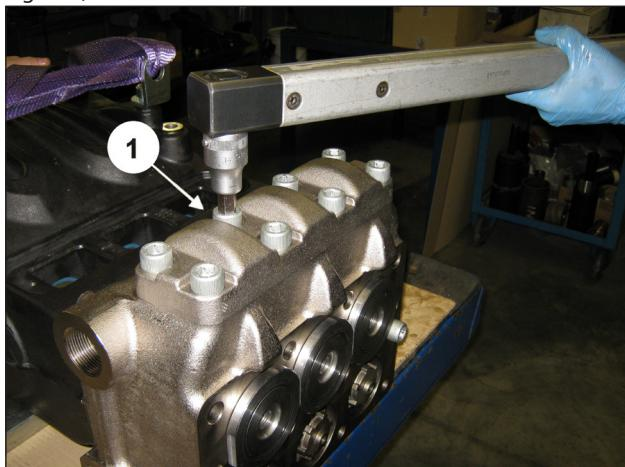
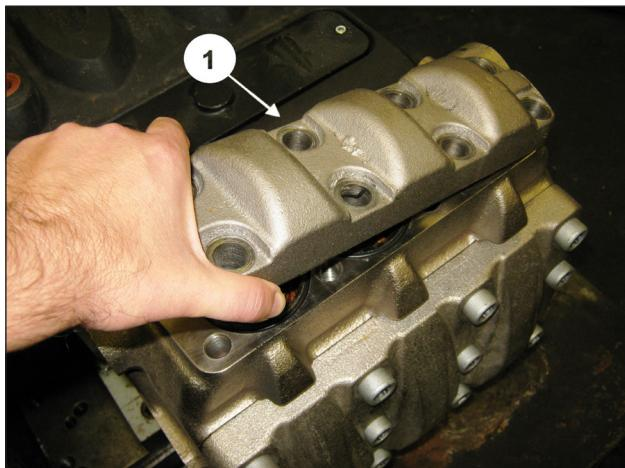

Fig. 100
Fig. 101
Dévisser les 8 vis M16x45 du couvre-soupapes de refoulement (rep. ①, Fig. 100) et déposer le couvre-soupapes (rep. ①, Fig. 101).